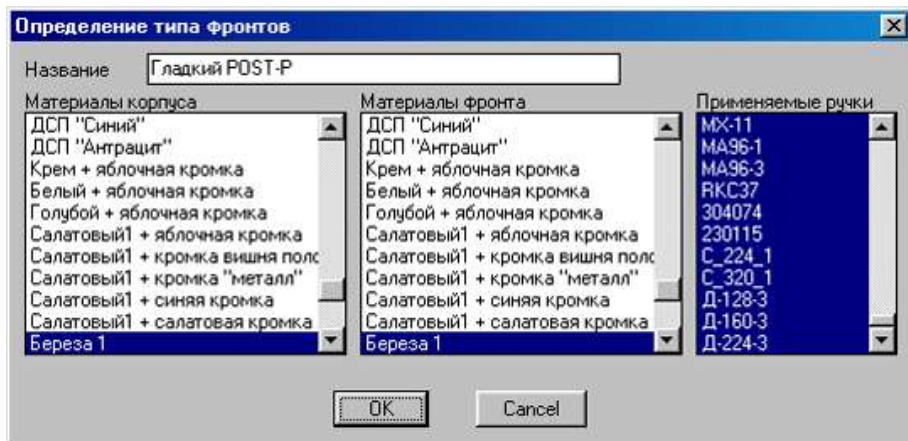

Рис. 2.2. Настройка типа фронта
*Настройка типа фронта (клавиши **Добавить** и **Редактировать**) происходит через диалоговое окно (рис.2.2).*